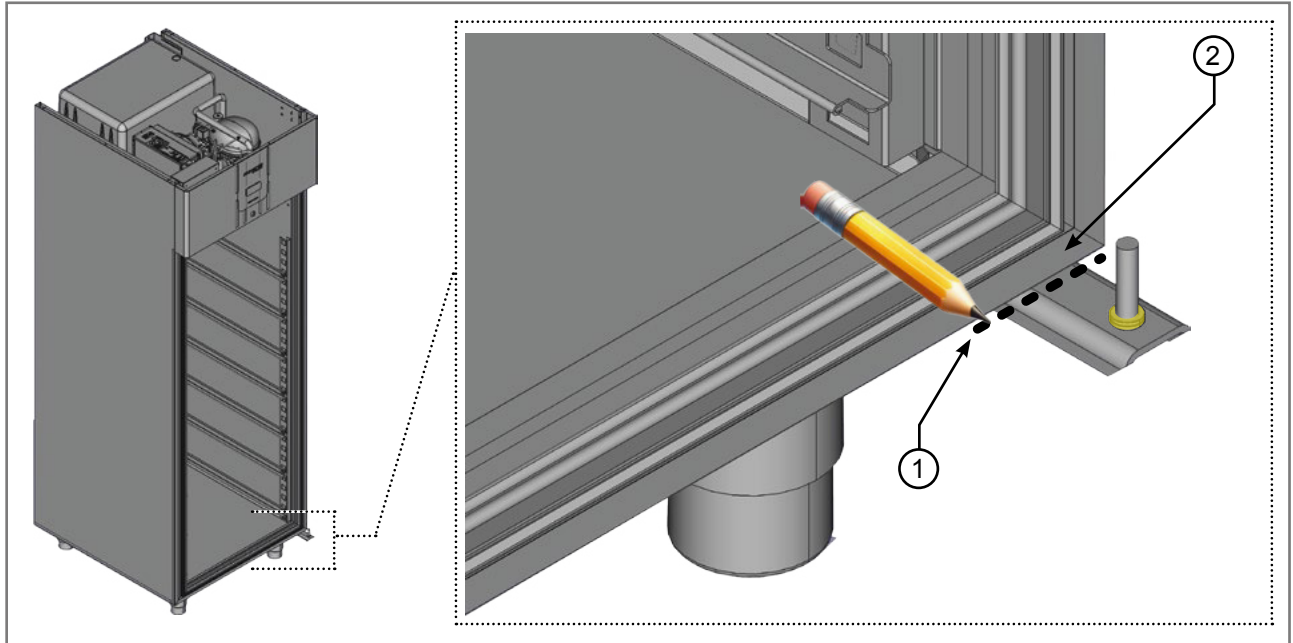

Abb. 3.21 - Bleistiftmarkierung
- Markieren Sie mit einem Bleistift die Position der unteren Türangel (1 - Abb. 3.21) in Bezug auf die Schrankstruktur (2 - Abb. 3.21).